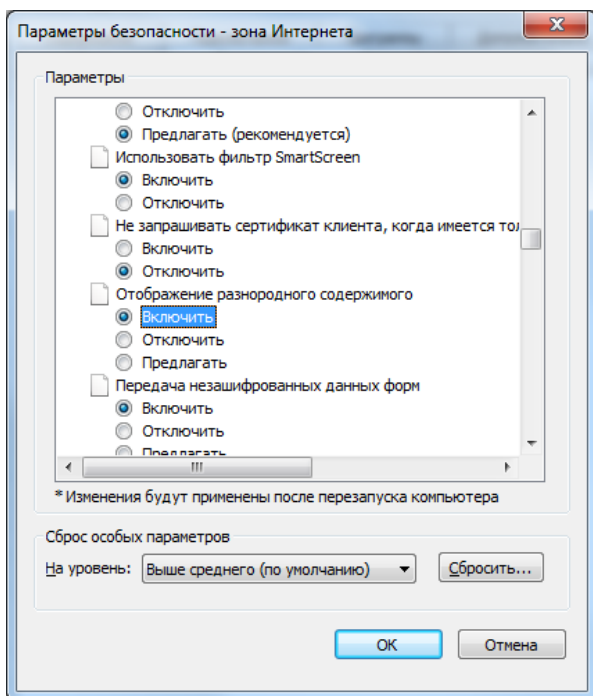

Рисунок 3. Отображение разнородного содержимого
- Отображение разнородного содержимого (Рисунок 3)